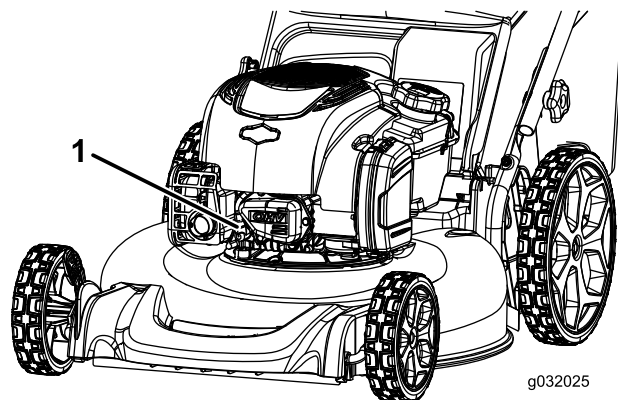

Figure 24
- Débranchez le fil de la bougie (Figure 24).